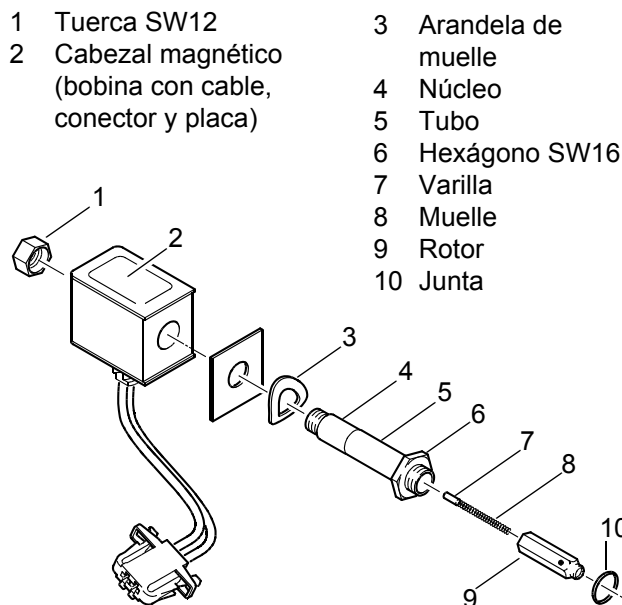

Fig. 807 Válvula magnética
5. Sacar el hexagonal SW 16 (6, Fig. 807) de la válvula magnética (6, Fig. 806) de la bomba de combustible (9, Fig. 806) con la herramienta adecuada y desatornillar la válvula (6).
1. La junta (10, Fig. 807) debe renovarse para la bomba de combustible. Procure que el rotor, el muelle y la varilla estén en el lugar correcto (véase Fig. 807).
3. Apretar el hexagonal SW 16 (6, Fig. 807) de la válvula magnética con  $5 \text{ Nm} \pm 0,5 \text{ Nm}$ .
Si se ha soltado la tuerca SW 12 (1, Fig. 807), debe apretarse con un momento de giro de  $1,5 \text{ Nm} + 0,3 \text{ Nm}$ , y seguidamente, debe asegurarse con lacre.